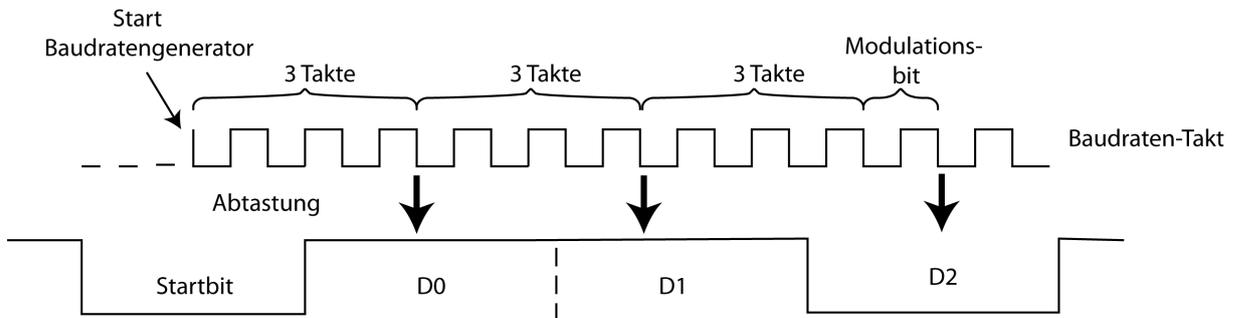

Figure 17.2: Einschleiben von Modulationsbits, um Baudraten zu realisieren, die sich nicht durch glatte Teilung aus dem verfügbaren Takt erzeugen lassen.
- Datenbits werden nicht immer exakt in der Mitte abgetastet, aber ausreichend nah an der Mitte.(Abb. 17.2)